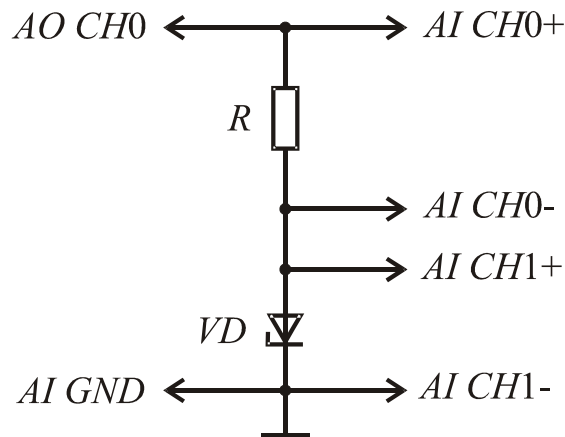

Рис. 5.3
7.5. Заменить кремниевый диод в схеме на рис. 5.6 на стабилитрон (рис. 5.3).